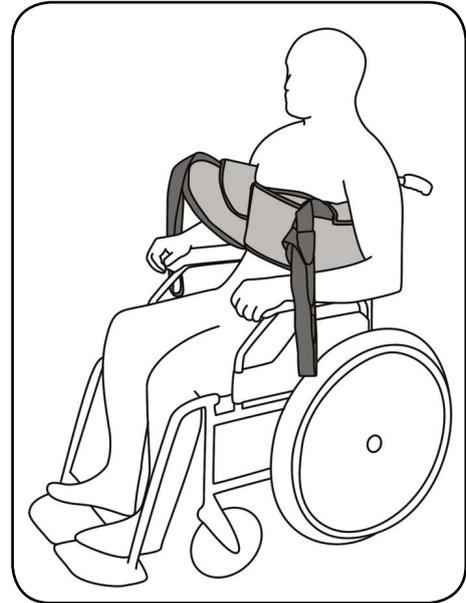

Abb. 9.2.04 – geschlossener Liftergurt hinter dem Rücken des Patient
7. Verschließen Sie die Brustschlaufe um den Brustkorb des Patienten mit dem Klettverschluss so, dass der Liftergurt in seiner Position fixiert ist und den Patienten nicht einschnürt (Abb. 9.2.04).